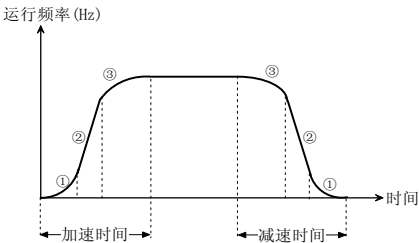

图 5-1-6 S 曲线加减速
S曲线起始段时间如图 5-1-6 中①所示，这里输出频率变化的斜率从 0 逐渐递增。
S曲线上升段时间如图 5-1-6 中②所示，这里输出频率变化的斜率恒定。
S曲线结束段时间如图 5-1-6 中③所示，这里输出频率变化的斜率逐渐递减到 0。